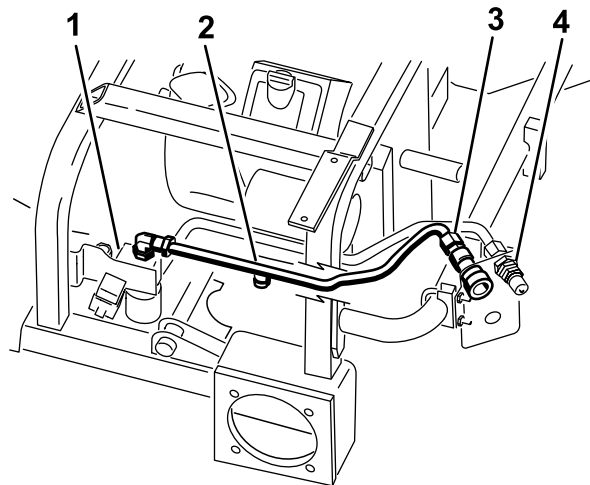

図 15
- 図 15 に示すように、油圧ライン2番を機体に位置決めする。
- 90度エルボと新しいバルブの上部に、油圧ライン2番を接続する図 15。
- 油圧ライン2番を、上側のメスのカップラに取り付ける図 15。